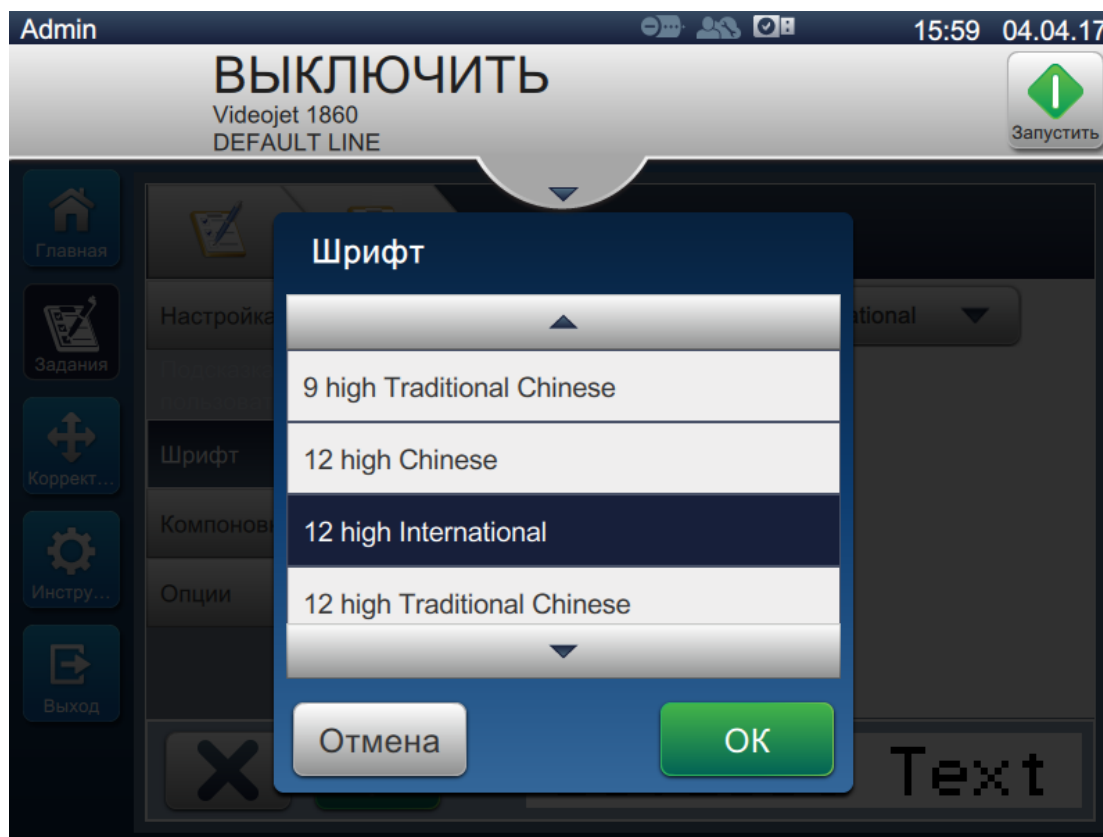

Рис. 5-16. Экран ввода размера шрифта
8. Нажмите кнопку *Шрифт* и выберите «12 (международный формат)» из раскрывающегося списка, как показано на Рис. 5-16. Нажмите кнопку  .
20. Нажмите кнопку *Шрифт* и выберите «12 (международный формат)» из раскрывающегося списка, как показано на Рис. 5-16. Нажмите кнопку
28. Нажмите кнопку *Шрифт* и выберите «12 (международный формат)» из раскрывающегося списка, как показано на Рис. 5-16. Нажмите кнопку .